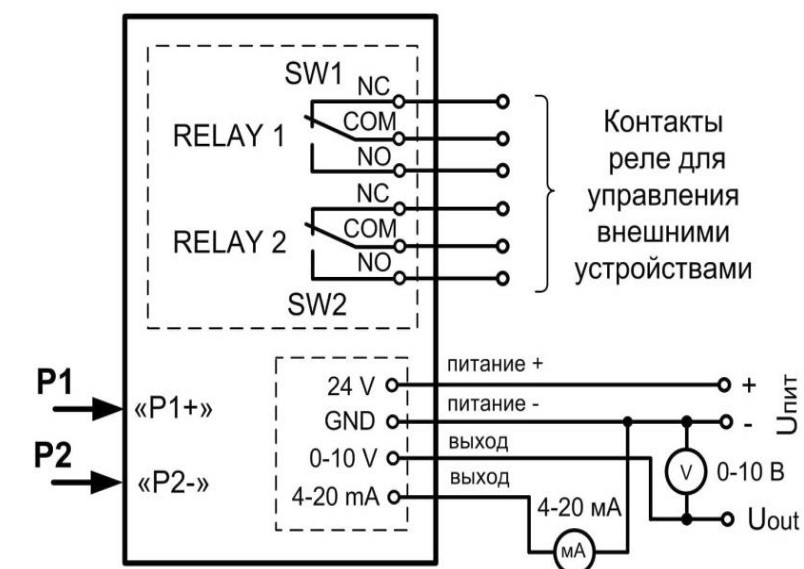

Рисунок 1 – Схема подключений, где P1, P2 – входное давление измеряемой среды (вход P1+ для более высокого, а P2– для более низкого)
4.2 Цепи прибора подключаются внутри корпуса через кабельные вводы в соответствии с электрической схемой, рисунок 1.